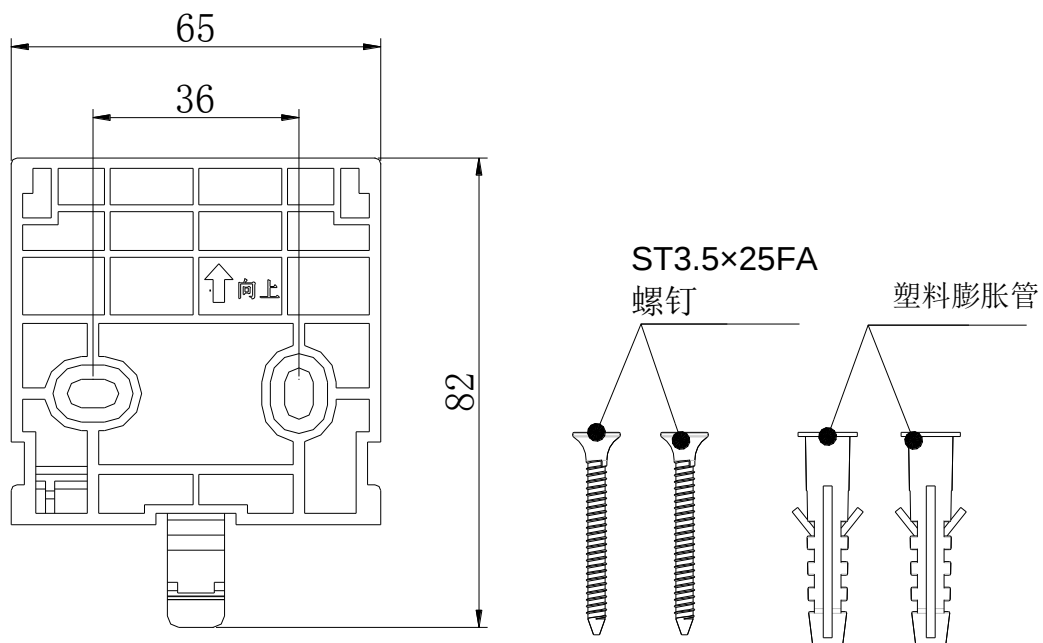
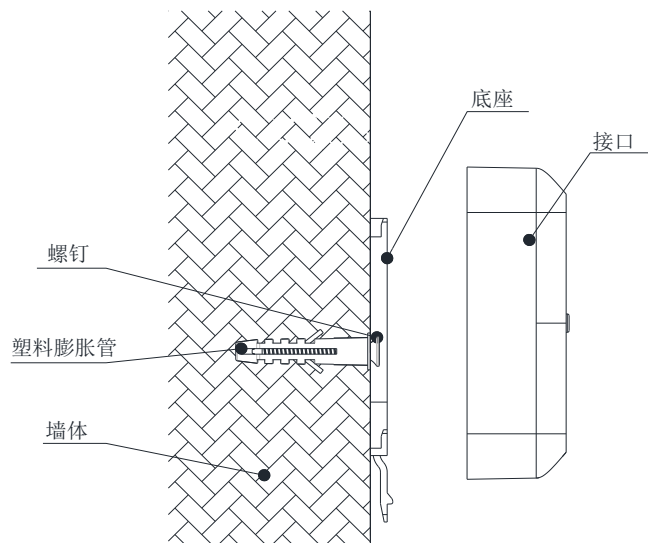

图 2：接口底座及固定配件
图 5 接口安装示意图
4.2、接口底座尺寸示意图，如图 2 所示（单位：mm）
5.4、接口安装示意图如图 5 所示：用塑料膨胀管和 3.5×25FA 螺钉将底座固定在墙壁上，安装孔距如图 2 所示。将 2 节 AA 电池推入接口电池槽内，按一下注册按键，绿灯闪烁。如不正常，则应检查电池是否正确安装或电压过低。接口测试好后，将接口扣在底座上，使其紧固到位。